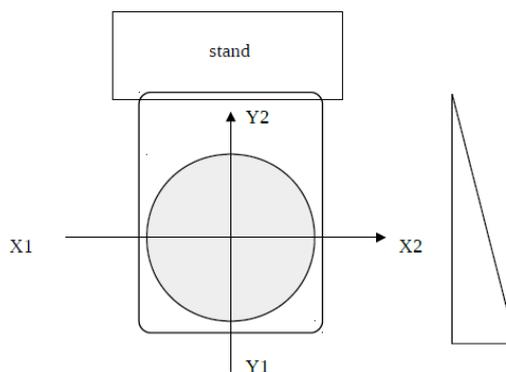

図 2. Jaw ラベルとウェッジフィルターの向き
- フィールドの  $X1$  および  $X2$  のエッジがガントリーの  $Yf$  回転軸に平行である場合、コリメータ回転角度は 0 度 (図 2 ~ コリメータが 0 度、治療機の上から見た図)。内装ウェッジを備えた治療機の場合、ウェッジの薄い方が *Stand* に向けられる。